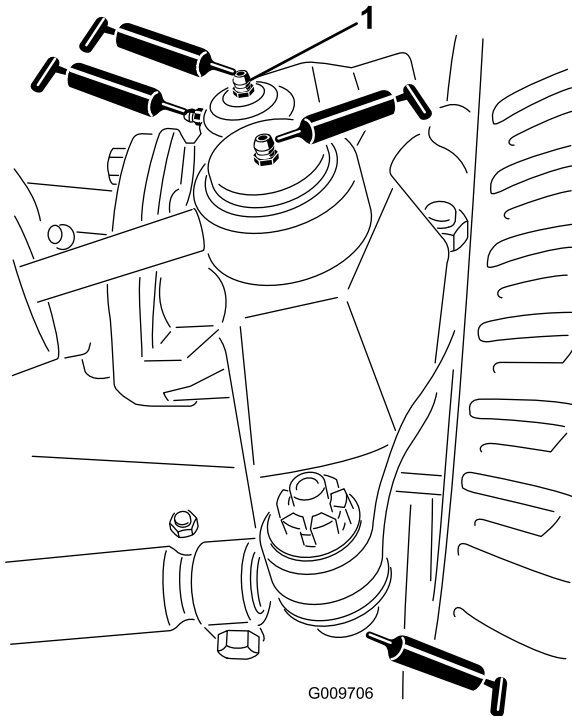

Figure 40
- Rotules de vérin de direction (2), comme montré à la Figure 40
- Rotules de biellettes de direction (2), comme montré à la Figure 40
- Bagues de pivot de fusée (2), comme montré à la Figure 40